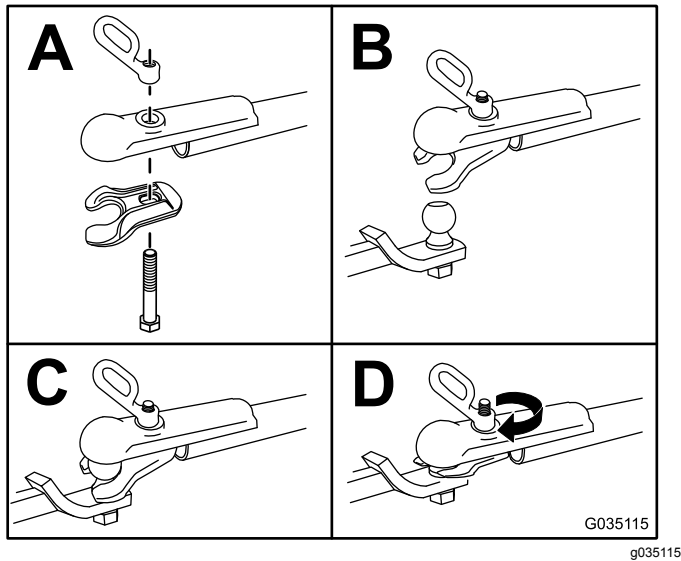

Figura 21
3. Enganche la máquina como se muestra en Figura 21.